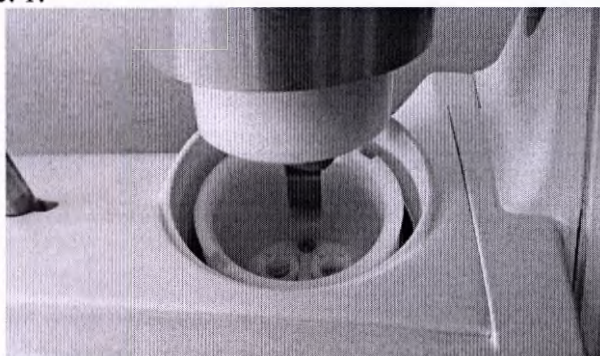

Рис. 1. Подключение соединителя кабеля аппликатора IPL
1. Вставьте соединитель кабеля аппликатора в гнездо на платформе аппарата Venus Versa, как показано на Рис. 1.